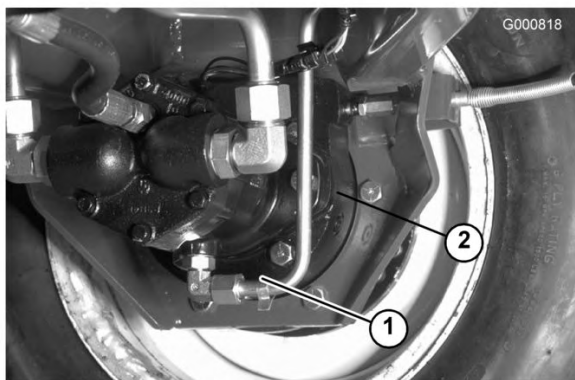

Figure 68
3. Retirez les deux bouchons au bas du carter de frein pour permettre à l'huile de s'écouler (Figure 68).